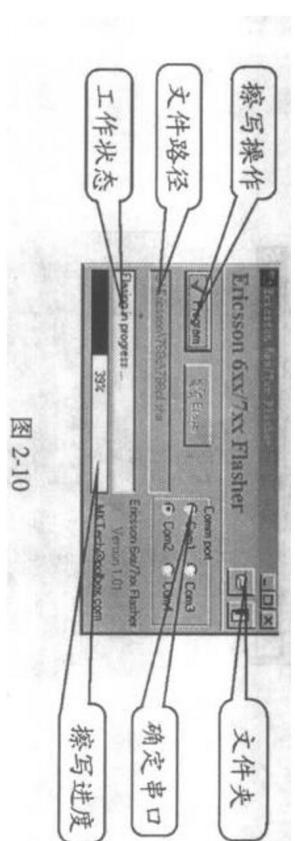

图 2-10
①将传输线把 GSM 手机（关机状态）与仪器连接好。
②运行“Ericsson”图标后，显示如图 2-10 所示的界面。按如下提示操作：